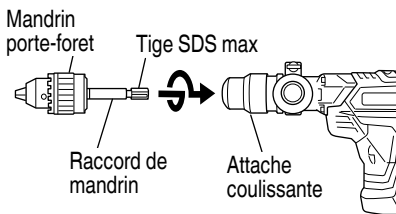

Fig. 23
- (2) Fixation du raccord de mandrin sur le mandrin porte-foret (Fig. 23)